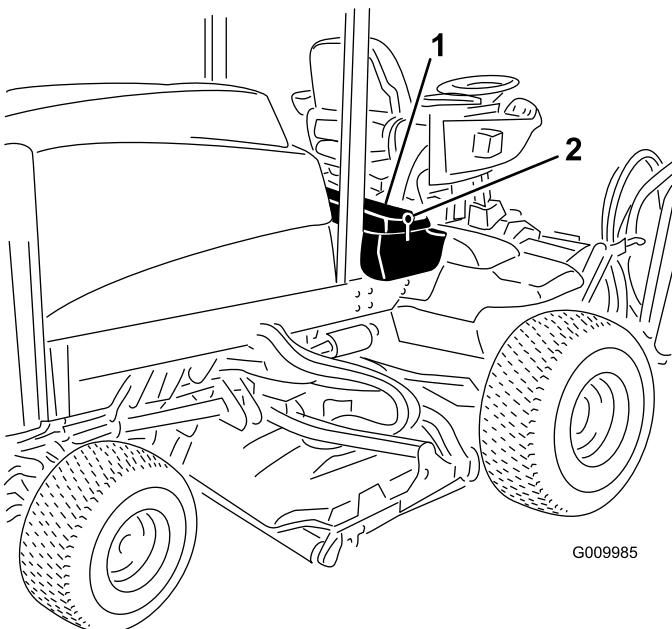
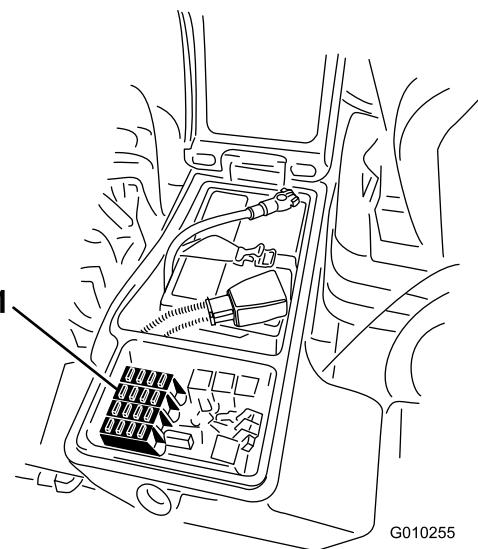

Рисунок 61
Рисунок 62
1. Ослабьте фиксацию защелки крышки правого вещевого отсека и поднимите крышку (Рисунок 61).
2. Замените открытый плавкий предохранитель (предохранители) при необходимости (Рисунок 62).
3. Закройте крышку правого вещевого отсека и зафиксируйте ее защелкой (Рисунок 61).
1. Ослабьте фиксацию защелки крышки правого вещевого отсека и поднимите крышку (Рисунок 61), чтобы получить доступ к блоку предохранителей (Рисунок 62).